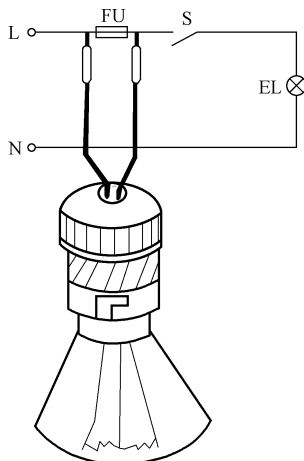

图 6-3 用校验灯检查照明电路断路或接触不良
2) 判断接触不良。如图 6-3 所示的照明电路中，灯泡不亮，可能是熔丝熔断、导线断线，也可能是开关或灯口接触不良。检查时将校灯的两端依次并接在熔断器、开关、导线、灯口两端，灯泡亮时，表明所并联元件或导线断路。